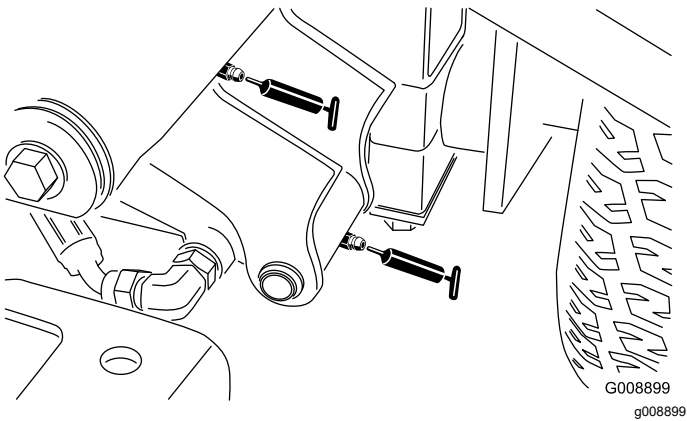

Figure 65
- Pivot du bras de levage avant gauche et vérin de levage (2 graisseurs) (Figure 65)